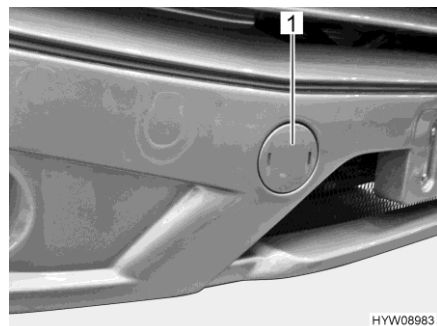

Bild 38 Abdeckung (Aufnahme der Abschleppöse)
- Abdeckung (Bild 38,1) mit einem Schraubendreher aufhebeln.